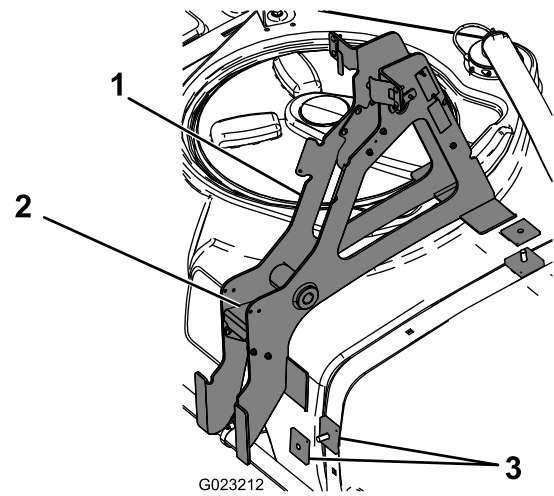

Bild 3
5. Legen Sie die zwei rechteckigen Distanzstücke über die vorher eingesetzten Schlossschrauben (Bild 3).
6. Nehmen Sie die vier Schrauben und Muttern ab, mit denen die Führungsplatte am Hauptstützrahmen befestigt ist, und bewahren sie auf (Bild 3).
7. Installieren Sie den Hauptstützrahmen über die rechteckigen Distanzstücke und die Schlossschrauben wie in Bild 3 abgebildet.